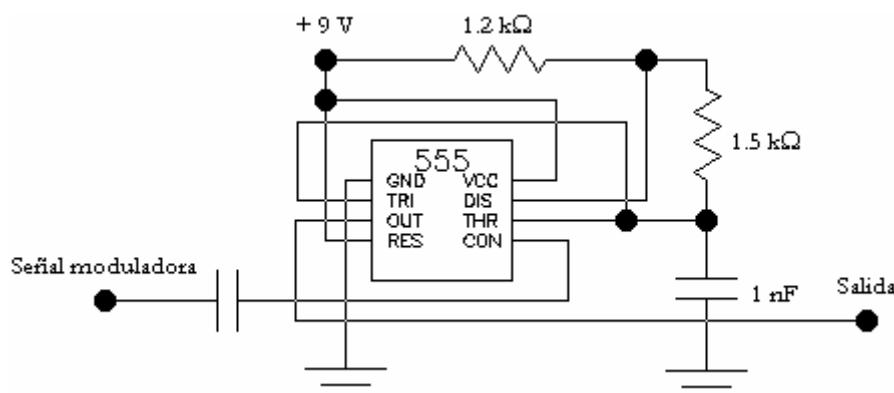

Figura 7
14. La señal senoidal de entrada en el pin 5 (control) del circuito de la figura 7 tiene una tensión pico de 500 mV.